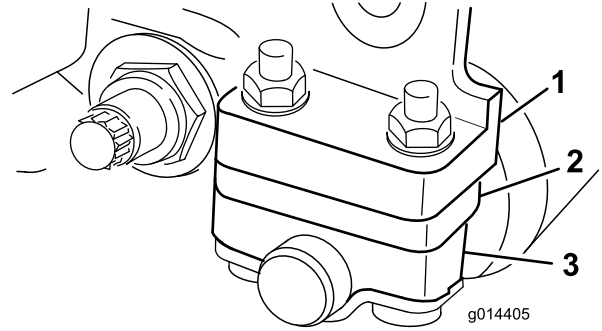

图 7
1. 按照 剪草高度和底刀选择表 \(页码 9\) 通过将所需数量的隔片放置在侧板安装法兰 (图 7) 下方将后滚轮支架调整到所需的剪草高度范围。